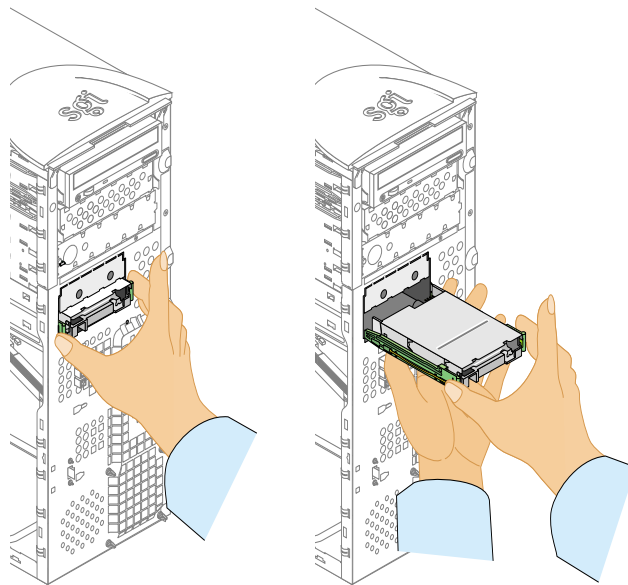

Abbildung 2-6 Ausbauen eines Laufwerks aus dem Laufwerkschacht
3. Wenn Sie das Laufwerk aus dem Laufwerkschacht ausbauen wollen, drücken Sie auf die Kunststofflöselaschen der Laufwerkschienen an den beiden Seiten des Laufwerks und ziehen das Laufwerk aus dem Gehäuse heraus. Abbildung 2-6 auf Seite 22 veranschaulicht das Vorgehen (Abbildung 2-6 zeigt das Ausbauen eines 3,5-Zoll-Laufwerks; beim Ausbauen eines 5,25-Zoll-Laufwerks gehen Sie jedoch ähnlich vor).
3. Wenn Sie ein 3,5-Zoll-Laufwerk aus einem Laufwerkschacht ausbauen wollen, drücken Sie auf die Kunststofflöselaschen der Laufwerkschienen an den beiden Seiten des Laufwerks und ziehen das Laufwerk aus dem Gehäuse heraus. Abbildung 2-6 veranschaulicht das Vorgehen.